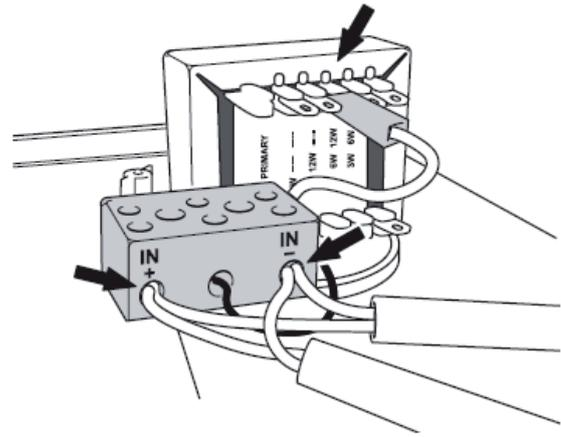

Fig. 2
- Inserire i cavi provenienti dalla linea di distribuzione nei passacavo e collegarne le terminazioni alla morsettiera posta sulla griglia frontale, facendo riferimento alle indicazioni riportate nella fig. 2;
- Applicare la griglia frontale e fissarla alla scatola utilizzando le tre viti autofilettanti (B) precedentemente rimosse.
La potenza dei diffusori è impostata in fabbrica per linea 100V/12W. Nel caso si volesse modificare questa impostazione, è possibile cambiare la potenza di uscita tramite l'apposito terminale ad inserzione rapida facendo riferimento alla targhetta posta sul trasformatore (vedi fig. 2).
- Pass the cables coming from the distribution system through the cable gland and connect the ends to the terminal strip on the front grille, following the instructions provided in fig. 2;
- Fit the front grille and secure it to the box using the three self-tapping screws (B) that were removed earlier.
The power of the speaker units is factory-set for a 100V/12W line. If you wish to change this setting, it is possible to alter the output power by means of the quick-fit terminal provided for this purpose, consulting the data plate on the transformer (see fig. 2).